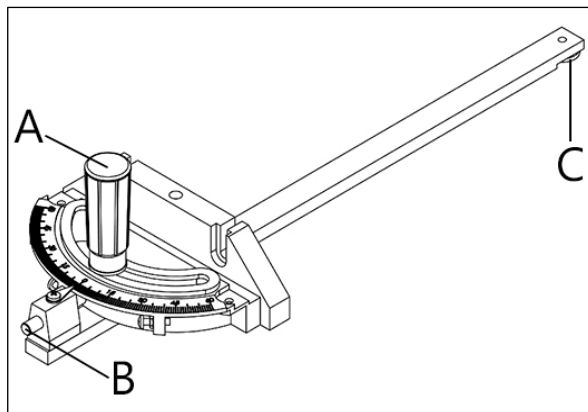

Рисунок 34.
- Угловой упор, поставляемый со станком, снабжен собственными индикаторами и ограничителями на 0° и 45° влево и вправо, может регулироваться вручную до 60° вправо и влево (рис. 34).